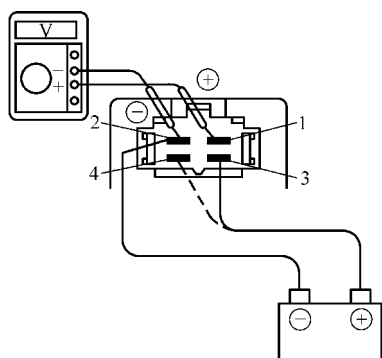

图 10-43 检查间歇继电器延时情况
2) 如图 10-43 所示, 将间歇断电器的端子 3 与蓄电池正极连接, 端子 2 与蓄电池负极连接; 再将端子 4 与蓄电池正极连接, 持续 1s 左右拆除。检查端子 1 和端子 3 之间的导通情况, 端子 1 和端子 3 开始不导通, 但过 3 ~ 5s 后应导通。如果间歇继电器不符合规定, 则更换间歇断电器。